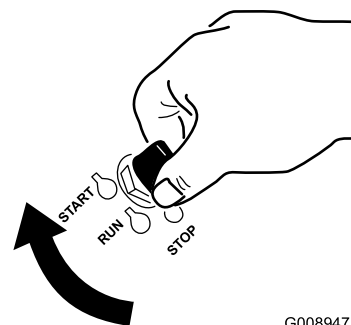

Figura 17
1. Gire la llave de contacto a la posición de Arranque (Figura 17). Cuando el motor arranque, suelte la llave.